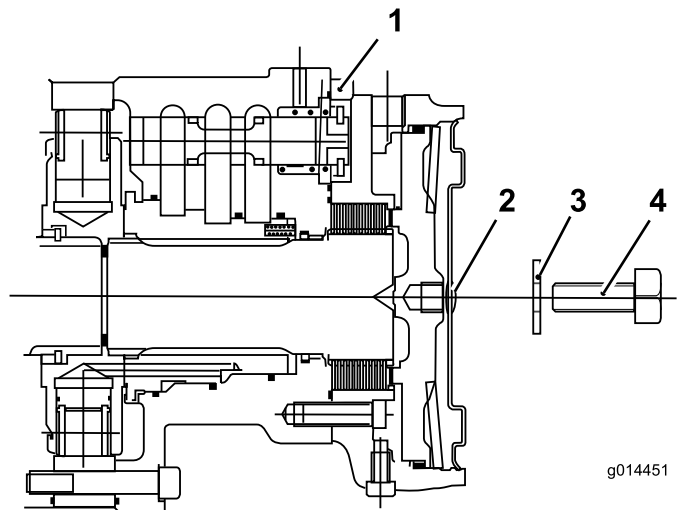

Bild 45
- Führen Sie eine Schraube (12 x 40 mm) und eine Unterlegscheibe (12 mm) durch das Loch in der Mitte der Motorendplatte (Bild 45).
- Ziehen Sie die Schraube im Gewindeloch des Bremskolbens an, bis sich die Bremse löst (Bild 45).